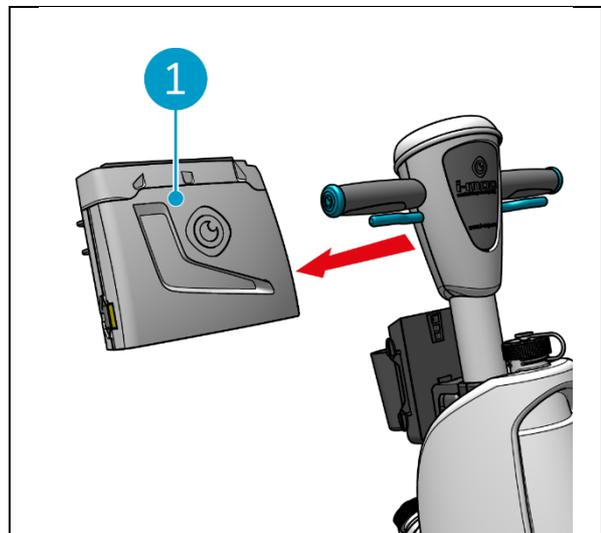

Figura 47
6. Staccare il controller dell'impugnatura (Figura 47, pos. 1) dall'i-mop XL.